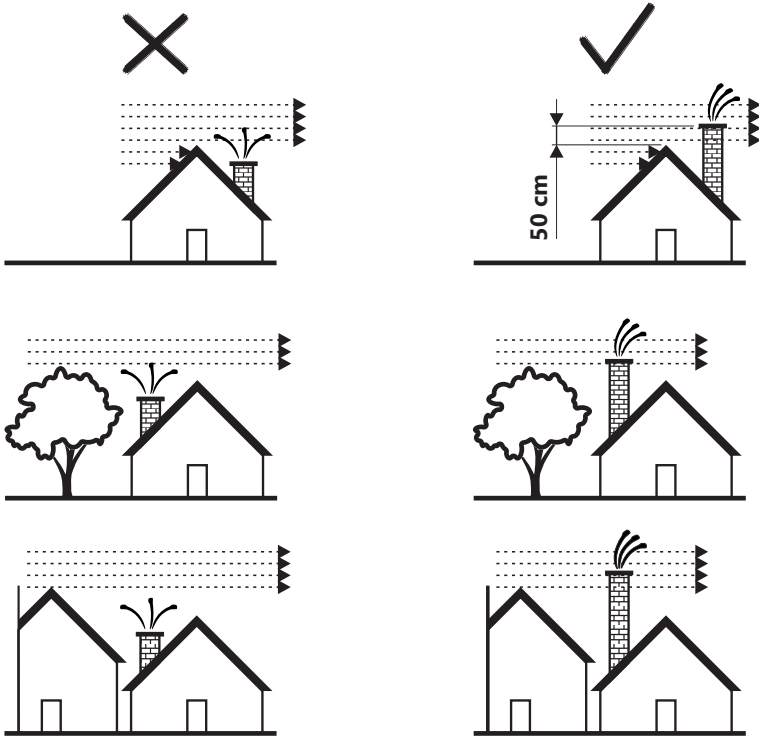

Abbildung 2a
- der Schornstein muss mindestens 0,5 m höher als der Dach sein und über alle Objekte/Hindernisse in seiner Nähe (Nachbarhaus, Baum) hinausragen (Abbildung 2a).